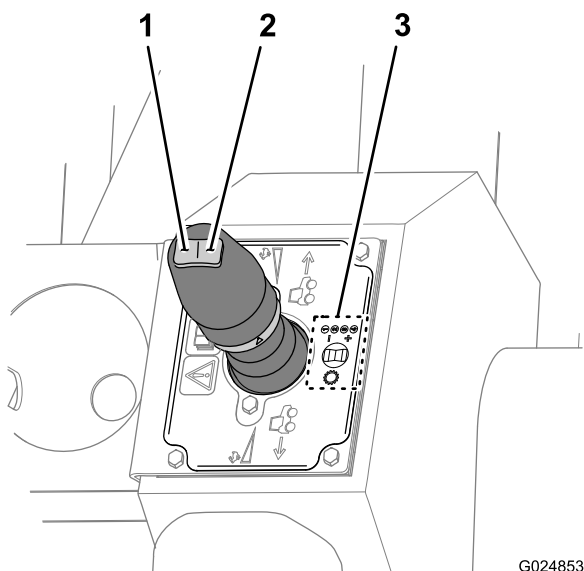

Figura 43
- Para seleccionar una marcha más alta, pulse el botón Subir marcha (derecho) del interruptor basculante (Figura 43).
- Para seleccionar una marcha más baja, pulse el botón Bajar marcha (izquierdo) del interruptor basculante (Figura 43).